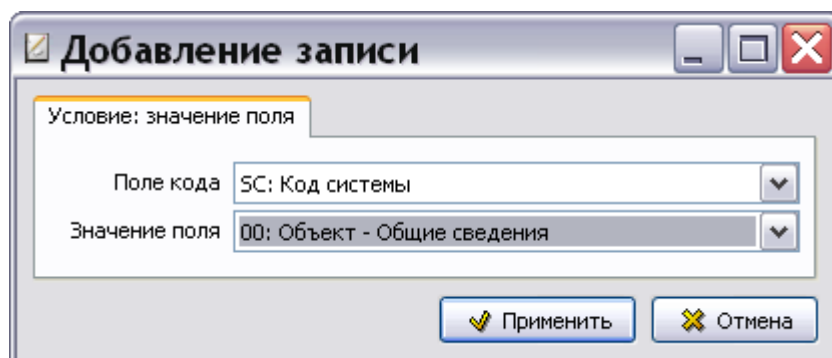

Рис. 2.26
5. В диалоговом окне **Добавление записи** для условия: значения поля в окошке **Поле кода** выберите из выпадающего списка «SC: Код системы» (Рис. 2.26). В окошке **Значение поля** из выпадающего списка выберите фиксированное значение поля «00: Самолет – общие сведения» (Рис. 2.26).